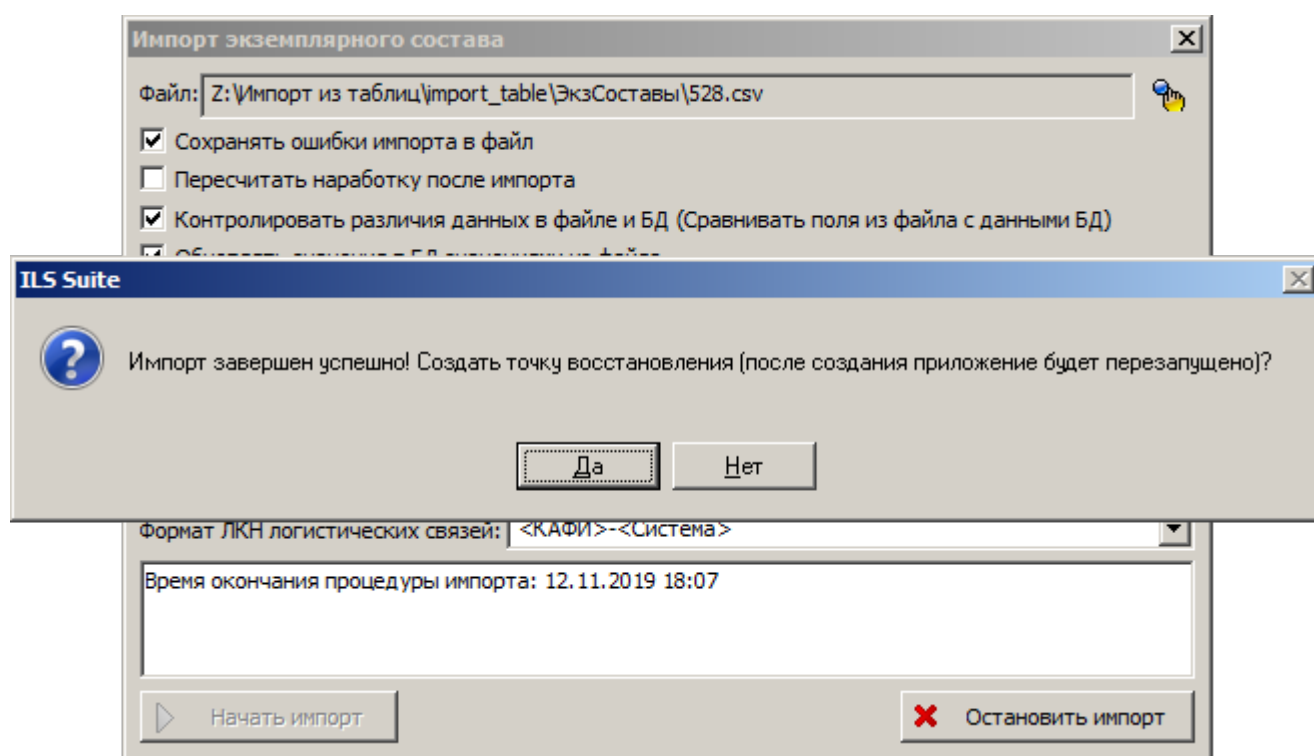

Рис. 14-36 – Информационное окно
9) После завершения импорта будет предложено создать точку восстановления БД, завершив текущую сессию (рис. 14-36).